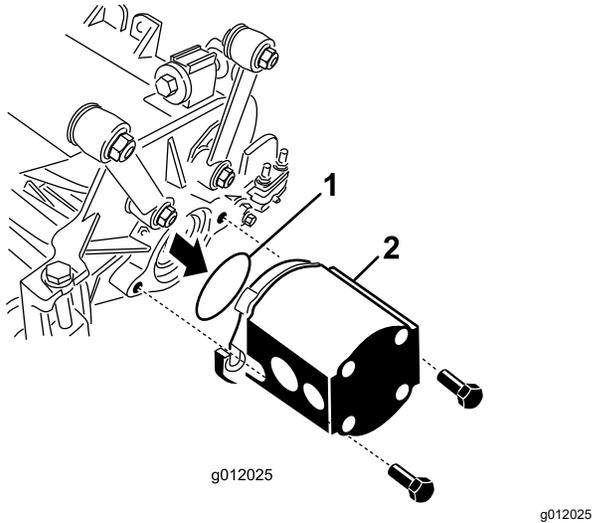

Bild 24
- Setzen Sie den O-Ring (mit dem Mähwerk geliefert) am Flansch des Antriebsmotors ein (Bild 24).
- Montieren Sie den Motor am Antriebseende des Mähwerks und befestigen Sie ihn mit den zwei Kopfschrauben, die dem Mähwerk beiliegen (Bild 24).